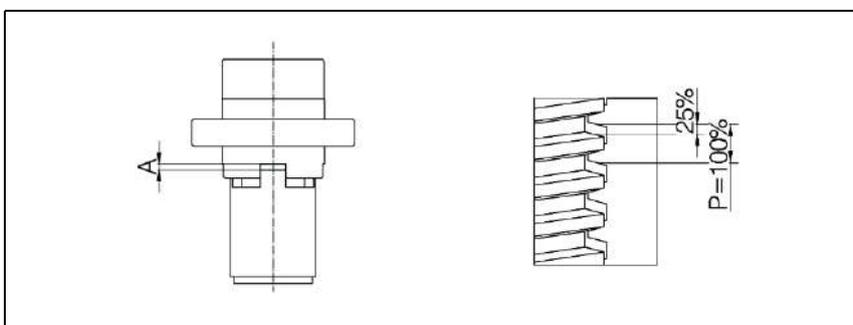

Abb. 20: Sicherheitsfangmutter SIFA: Maß "A" für Vergleich bei Verschleißprüfung
4. Falls eine Sicherheitsfangmutter SIFA vorhanden ist. Maß „A“ messen und notieren (siehe Abb. 20). Dieses Maß im Neuzustand dient im weiteren Betriebsverlauf als Vergleichsmaß und ist notwendig, um später den Verschleiß beurteilen zu können (siehe Kapitel 7.1.1.)
3. Falls eine Sicherheitsfangmutter SIFA vorhanden ist: Verschleiß gemäß Abb. 20 prüfen.